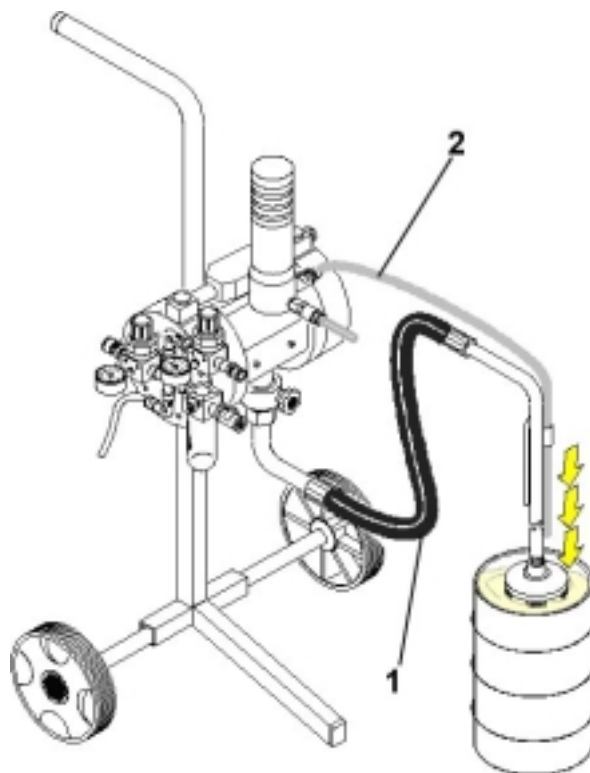

Fig.28
- 5) Inserire il tubo di aspirazione ❶ ed il tubo di ricircolo ❷ all'interno del contenitore del prodotto da erogare (fig.28). Il tubo per il ricircolo va alloggiato nell'apposito supporto ricavato sulla parte terminale del tubo di aspirazione